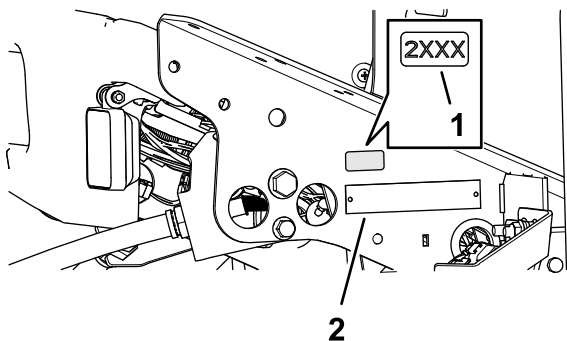

Figura 6
1. Utilice alcohol y un trapo limpio para limpiar la zona del soporte del suelo junto a la placa del número de serie, y deje que el soporte se seque (Figura 6).